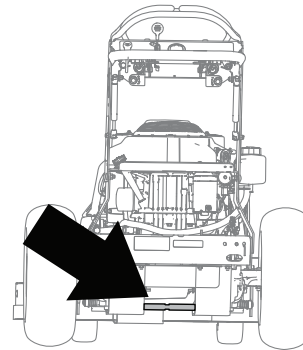

Figure 3
1. Localisez la tige d'essieu sur laquelle la protection sera installée (Figure 3).